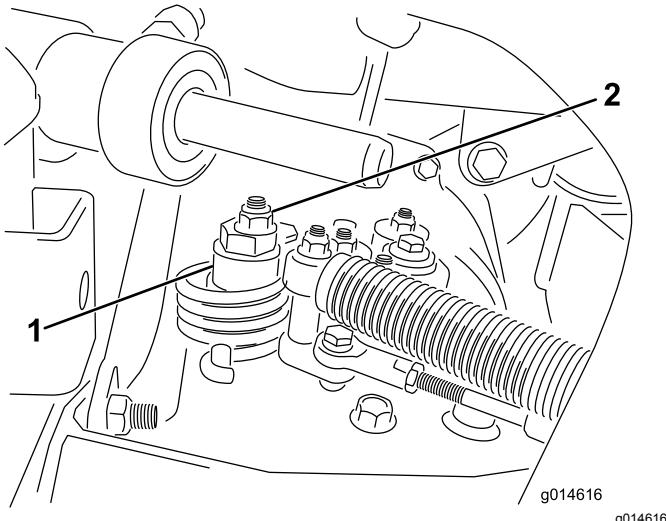

図 32
- A. 偏芯ナットをハイドロスタッフ上部に止めているナットをゆるめる図 32。
- C. どちらにも車輪が回らないように偏芯ナットを回して調整する。調整ができたら固定ナットを締める図 32。スロットル SLOW および FAST 位置で調整が正しいことを確認する。